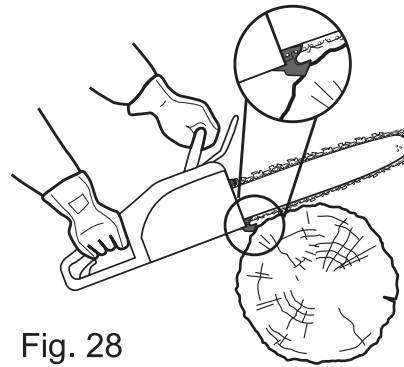

Fig. 28
- > La cadena de la sierra (3) debe estar funcionando a toda velocidad antes de que entre en contacto con la madera. Utilice el tope de protección para fijar el producto sobre la madera antes de empezar a cortarlo y utilizarlo como punto de palanca durante el corte (Fig. 28).